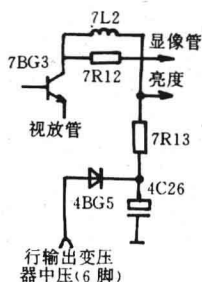

图 2 行中压电路
分析与检修:查行扫描电路,测行输出管 4BG2 集电极电压为 27 V,正常。查行输出变压器也正常。接下去检查视放管及显像管电路,测显像管⑥、⑦脚电压(中压)为 100 V,正常,再测视放管 7BG3 集电极电压,仅 25 V,正常值为 60 V,偏低,查亮度通道亦正常,进一步查行输出变压器⑥脚输出通路,发现 4C 26 (4.7 μ F/160 V)容量大大减小,近似失效,换一只新的,故障排除(见图 2)。